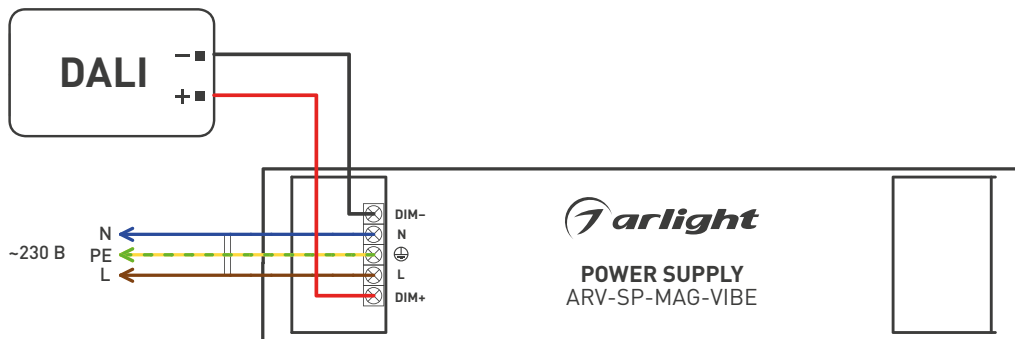

Рис. 1. Схема подключения источника питания.
- 3.4. Подключите провода от шины DALI к выводам DIM+, DIM– (рис. 1). Если управление DALI не предусматривается, подключение к клеммным колодкам не требуется.